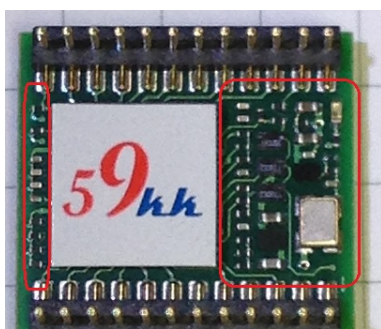
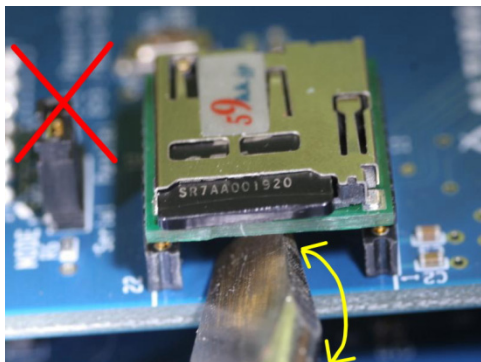

図 11.1. uSDCONF1A Bottom View
図 11.2 取り外しの悪い例
- しかしながら、図 11.1. のように、モジュールの裏側は高密度にチップ部品を実装しており、取扱いに注意して取り外さないと不用意に部品を押しつぶしたり、パターンを剥離してしまいかねません。
- ・ ドライバ等でモジュールをソケットから抜き取る場合、図 11.1 の部品配置を常にイメージして、赤枠部分に力がかからないよう十分に注意して下さい。
- ・ ドライバ等で取り外す場合、図 11.2 のようにモジュール下への差し込みが十分でない場合、図 11.1 の赤枠の部分に作用点が働いてしまうとチップ部品を破損してしまいます。